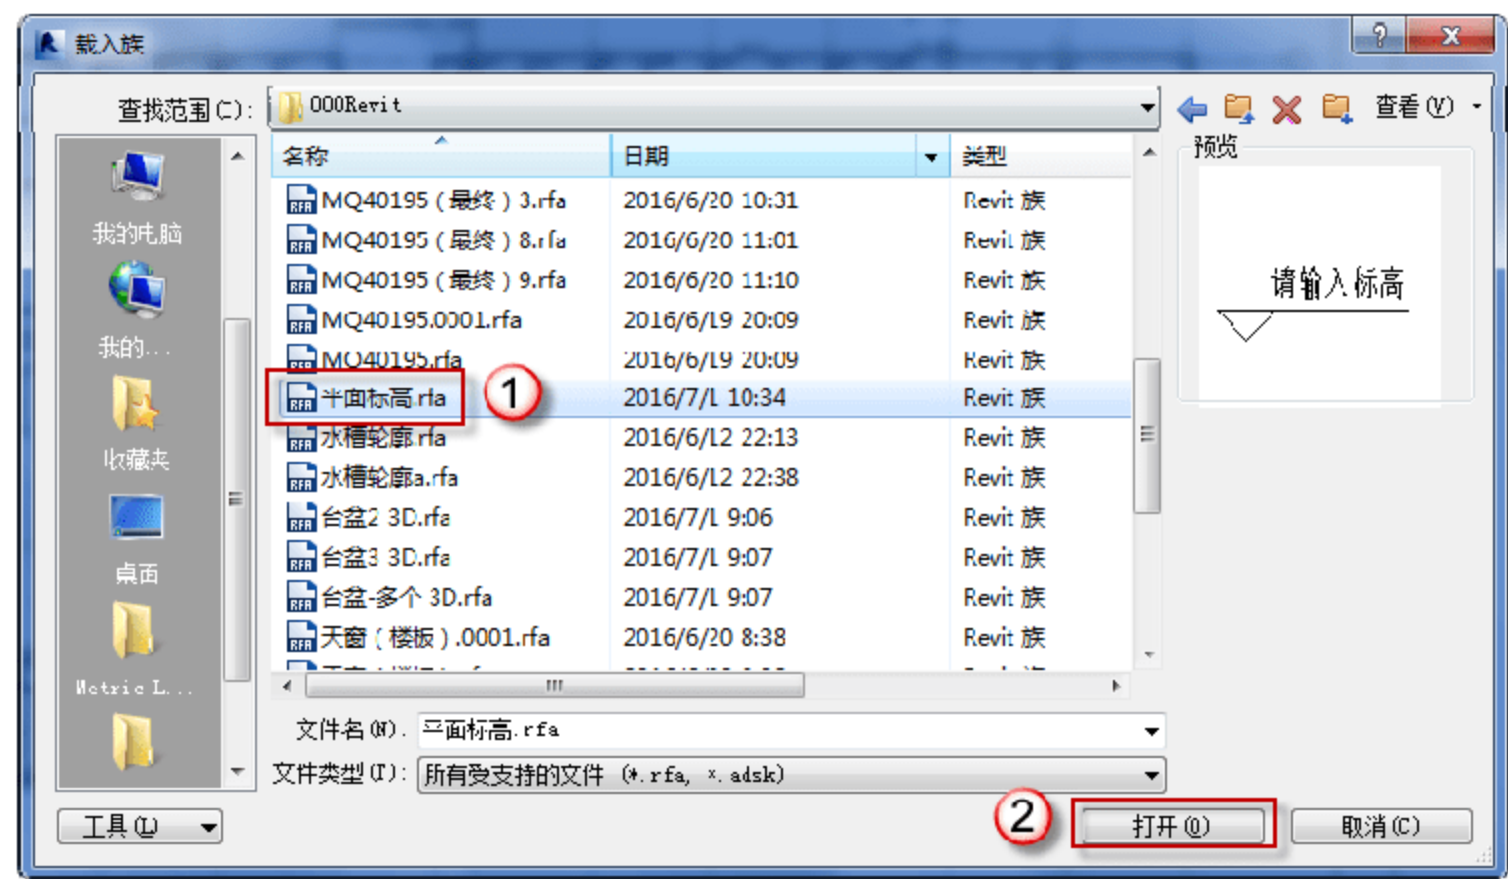

图 13.1.7 载入平面标高族
(5) 载入平面标高族。选择“插入”→“载入族”命令，在弹出的“载入族”对话框中选择配套资源中的“平面标高”RFA 族文件，单击“打开”按钮，如图 13.1.7 所示。